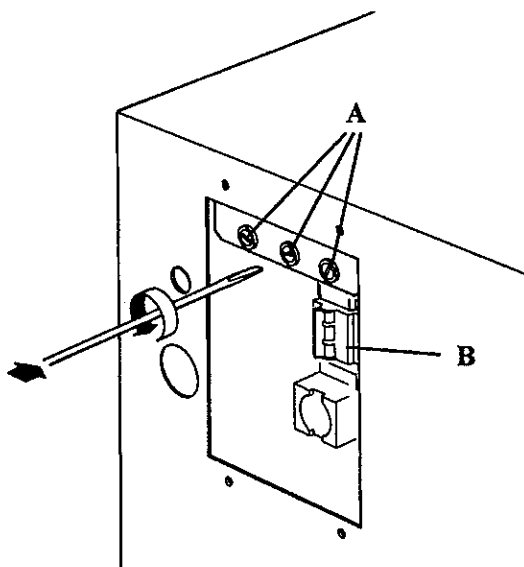

fig. 22
- Insert a screwdriver in the fuse-holder cap hole (*fig. 22/A*), tighten until the spring's resistance is overcome and rotate 1/4 counter-clockwise. The fuse-holder cap can be removed.
- Introducir un destornillador en la ranura del cabezal del portafusible (*fig. 22/A*), apretar hasta vencer la resistencia del muelle y girar un cuarto de vuelta en sentido antihorario. El cabezal del portafusible saldrá hacia fuera.
- Introduire un tournevis dans la rainure du cartouche du portefusible (*fig. 22/A*), serrer jusqu'à vaincre la résistance du ressort et tourner un quart de tour dans le sens contraire aux aiguilles d'une montre. Le cartouche du portefusible sortira dehors.
- Disassemble the terminal box cover as indicated, at the beginning of this chapter, to reach the Protection Switch (fig. 22/B) and re-instate.
- Desmontar la tapa de la caja de bornes tal como se ha descrito, al inicio de este capítulo, para acceder al Interruptor de Protección (fig. 22/B) y conectarlo.
- Démontez le couvercle du boîtier de bornes comme indiqué au commencement de ce chapitre, pour accéder à l'Interrupteur de Protection (fig. 22/B) et le brancher.